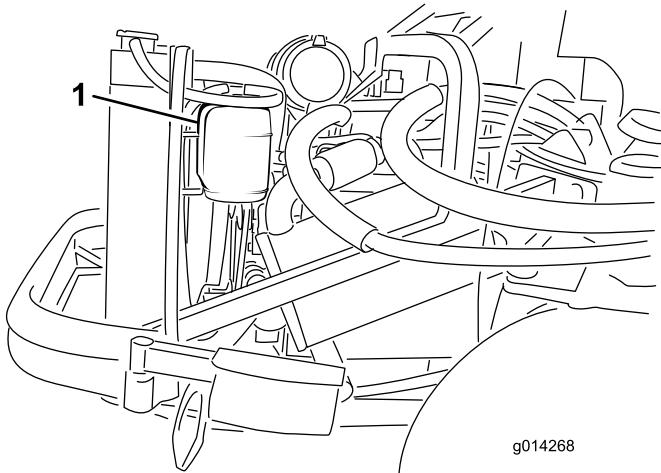

図 45
- 液量の点検は補助タンクで行う（図 45）。タンク側面についている2本のマークの間にあれば適正である。